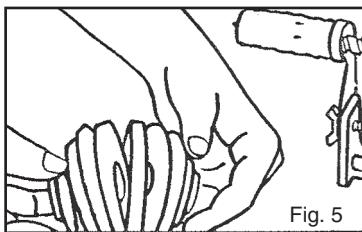
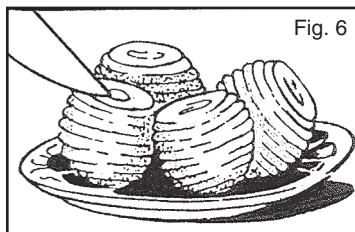

Fig. 5
Fig. 6
6. Sveiv håndtaket slik at akselen går innover til hele eplet er skrellet, kjernen fjernet og frukten er skivet til en spiral. Løsne eplespiralen fra kjernehuset. Fig. 5. Når du skal dele opp i skiver, gjør som vist på fig. 6.